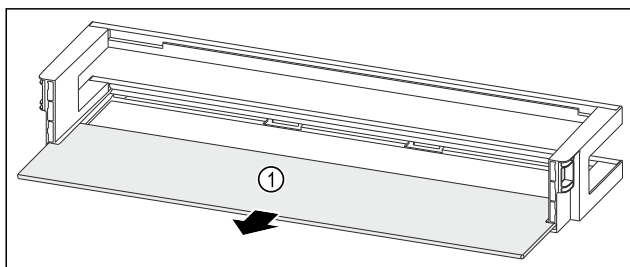

Fig. 114 Türabsteller mit Abstellfläche
- Abstellfläche Fig. 114 (1) entnehmen.